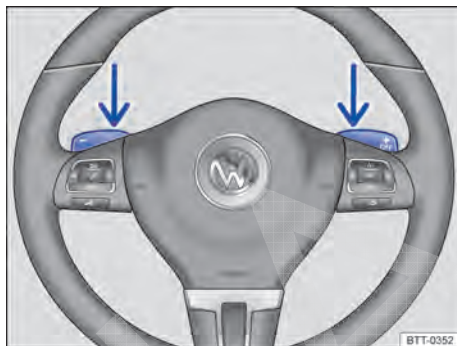

Fig. 167 Volante com dois seletores basculantes do Tiptronic.
- No programa de condução **D**, **S** ou no curso do Tiptronic, acionar os seletores basculantes no volante $\Rightarrow$ Fig. 167.